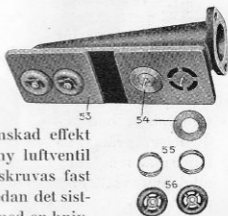

Fig. 48.
Luftventilerna består av tunna stålringar (54, fig. 48), vilka tryckas emot ventilhuset medelst spiralfjädrarna (55). Såväl ventilerna som fjädrarna styras av ventilanslaget (56).